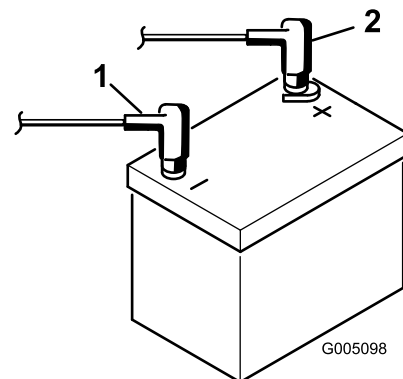

Bild 44
1. Klemmen Sie das Minuskabel (schwarz) und dann das Pluskabel (rot) von der Batterie ab (Bild 44).
6. Klemmen Sie zuerst das Pluskabel (Rot) am Pluspol (+) der Batterie und dann das Minuskabel (Schwarz) am Minuspol (-) der Batterie an (Bild 44), verwenden Sie dabei die zuvor entfernten Kopfschrauben und Muttern. Ziehen Sie die Gummimuffe über den Pluspol, um Kurzschlüssen vorzubeugen.